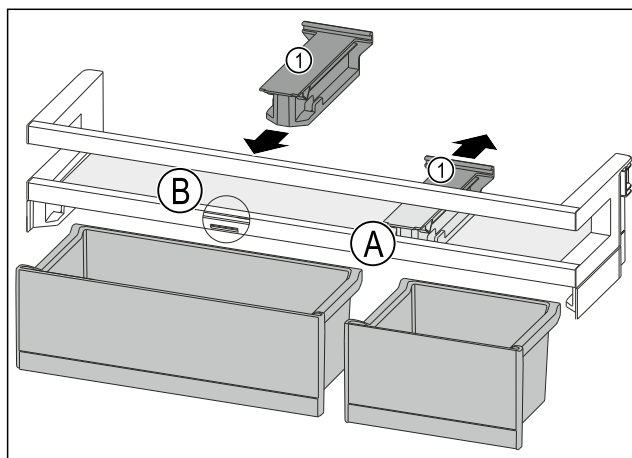

Fig. 94
- Pociągnąć element trzymający Fig. 94 (1) w pozycji Fig. 94 (A) do tyłu.
- Włożyć element trzymający Fig. 94 (1) w pozycji Fig. 94 (B).